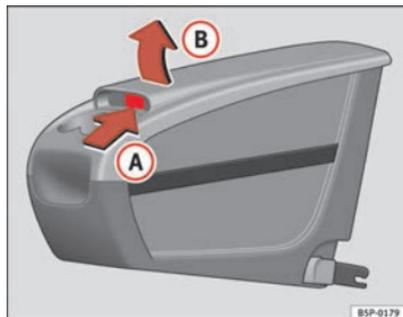

Fig. 113 Cassetto portaoggetti estraibile. Apertura
- Sollevare il coperchio **B** utilizzando il pulsante **A** ⇒ fig. 113.